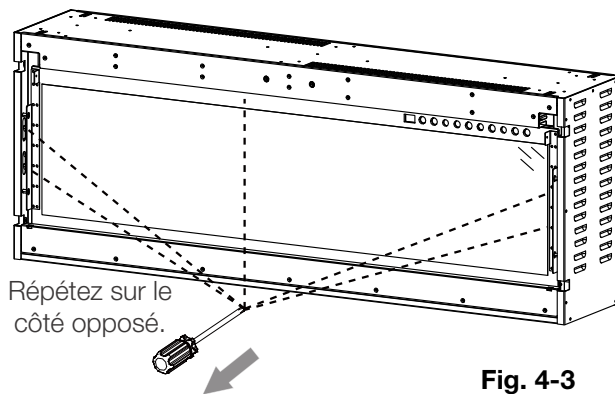

Fig. 4-3
- Retirez les 5 vis servant à fixer le verre avant en place (**Fig. 4-3**).